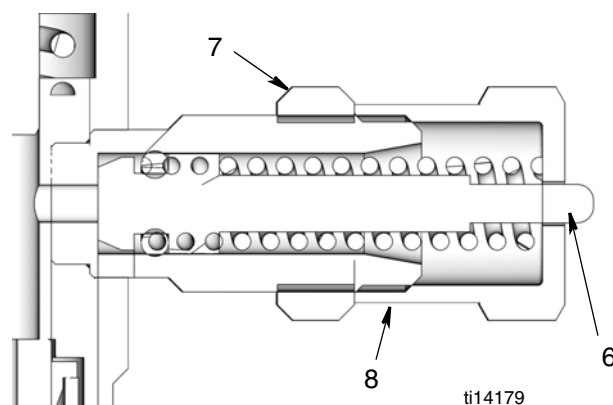

Рис. 1
Ссылочные номера, используемые в дальнейших инструкциях, относятся к Рис. 1.
Чтобы предотвратить выход из строя компонентов, регулировочная гайка (8) не должна выходить за пределы полностью втянутой позиции плунжера (6). См. Рис. 1.